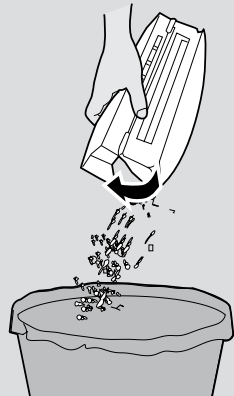

Fig. 18
2. Hold støvbeholderen over en søppelbøtte. **[Fig. 18]**